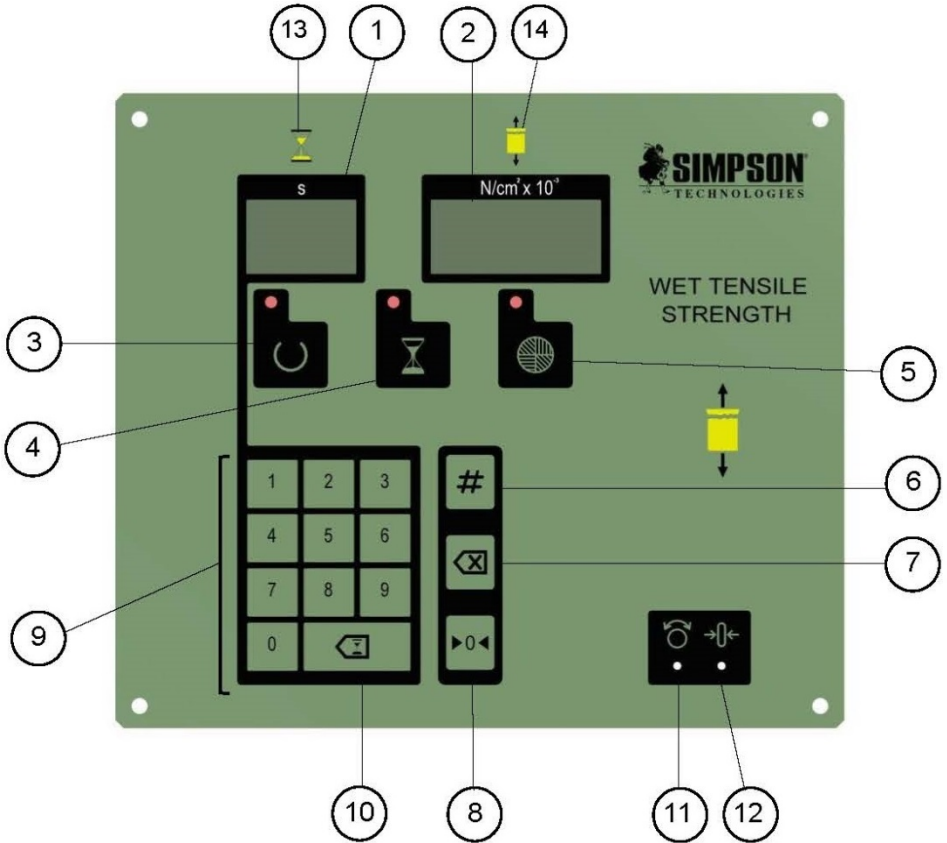

Figura 7-1 – Panel Electrónico
- » Borre el valor de Resistencia a la tracción en húmedo presionando el botón de la pantalla Limpiar Tensión (Figura 7-1, Ítem 7). La pantalla de carga de resistencia a la tracción en húmedo (Figura 7-1, Ítem 2) cambiará a cero. Si este paso no lleva la pantalla de carga a cero, entonces presione el botón Mostrar Tensión Cero (Figura 7-1, Ítem 8) para llevar a cero la pantalla de carga.
- » De ser necesario, borre el tiempo de calentamiento presionando el botón Limpiar Tiempo (Figura 7-1, Ítem 10).
- » El indicador Listo para Comenzar (Figura 7-1, Ítem 3) se encenderá indicando que el Resistómetro de Tracción en Húmedo está listo para otro ensayo.
Esta información puede usarse para identificar y solucionar problemas de cualquier mensaje de error que aparezca en la pantalla de carga (Figura 7-1, Ítem 2) del Resistómetro de Tracción en Húmedo.
Si aparece un mensaje de error en la pantalla de carga, es necesario presionar el botón Limpiar Tensión (Figura 7-1, Ítem 7) para recuperar el sistema operativo del Resistómetro de Tracción en Húmedo.
- » El indicador Listo para Comenzar (Figura 7-1, Ítem 3) estaba apagado.
Este mensaje de error también aparecerá inmediatamente después de presionar el botón Mostrar Tensión Cero (Figura 7-1, Ítem 8) si el Resistómetro de Tracción en Húmedo detecta alguna turbulencia de carga en la horquilla de medición o si la horquilla de medición fue perturbada y/o trabada mecánicamente al tiempo que se presionaba el botón Mostrar Tensión Cero.
6. Con un cronómetro, cuidadosamente mida el tiempo que transcurre desde el momento en que los valores empiezan a aparecer en la pantalla de carga (Figura 7-1, Ítem 2) hasta que los primeros valores estables aparezcan en la pantalla digital. Tome nota del tiempo requerido para completar la carga. La tasa de aplicación de carga se calcula dividiendo la fuerza de tracción en húmedo indicada por el tiempo medido en segundos.
2. Cuidadosamente ajuste la calibración a Cero (Figura 7-1, Ítem 12) usando un destornillador pequeño por el agujero chico de acceso en el panel frontal electrónico. Lenta y suavemente rote el tornillo de calibración Cero para alcanzar una lectura 00 en la pantalla de carga (Figura 7-1, Ítem 2).
1. Cuidadosamente ajuste el lapso de calibración (Figura 7-1, Ítem 11) utilizando un pequeño destornillador en el pequeño agujero de acceso en el panel electrónico frontal. Lenta y suavemente rote el tornillo de calibración mirando mientras la pantalla de carga (Figura 7-1, Ítem 2). Ajuste el tornillo hasta que el peso de la Pesa Maestra de Calibración se muestre en la pantalla de carga.
3. La pantalla de carga (Figura 7-1, Ítem 2) debería leer 00. En caso de que no sea así, repita los Pasos 2 hasta 6 hasta que la pantalla de carga indique 00 después de que la Pesa Maestra de Calibración se quite de la horquilla de medición.
3. Utilizando el teclado numérico (Figura 7-1, Ítem 9), ingrese un tiempo de calentamiento corto (2 segundos). Vea Sección 5.2 “Realizar un Ensayo de Tracción en Húmedo” para el procedimiento detallado para programar el tiempo de calentamiento.
5. Presione el botón (Figura 7-1, Ítem 6). La mesa y el centrador de horquilla se elevarán y harán contacto con la placa calefactora. La mesa mantendrá en esta posición durante el tiempo de calentamiento programado. Después de transcurrido, la mesa lentamente descenderá y la brida del centrador de horquilla contactará los pernos soporte de la horquilla de medición.